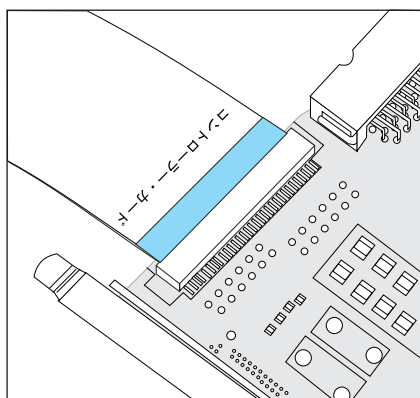
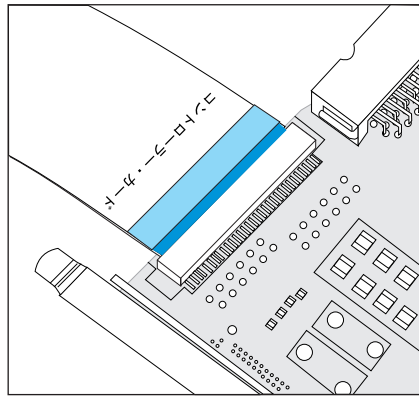

図 109. 正しく取り付けられたサービス・コントローラー・カード・ケーブル
図 110. 正しく取り付けられていないサービス・コントローラー・カード・ケーブル
- b. リボン・ケーブルを再接続する前に、その接点が下方向きであることを確認します。サービス・コントローラーの背面にケーブルを慎重に取り付けます。取り付け中にケーブルがねじれや湾曲が生じないように、まっすぐ取り付けてください。ケーブル・コネクタの各端の紺色の線が見えないことを確認します。これで、ケーブルが完全に装着されます。正しくインストールされていないときのケーブルの例については、図 109 for an example of the cable when it is installed properly および 453 ページの図 110 を参照してください。